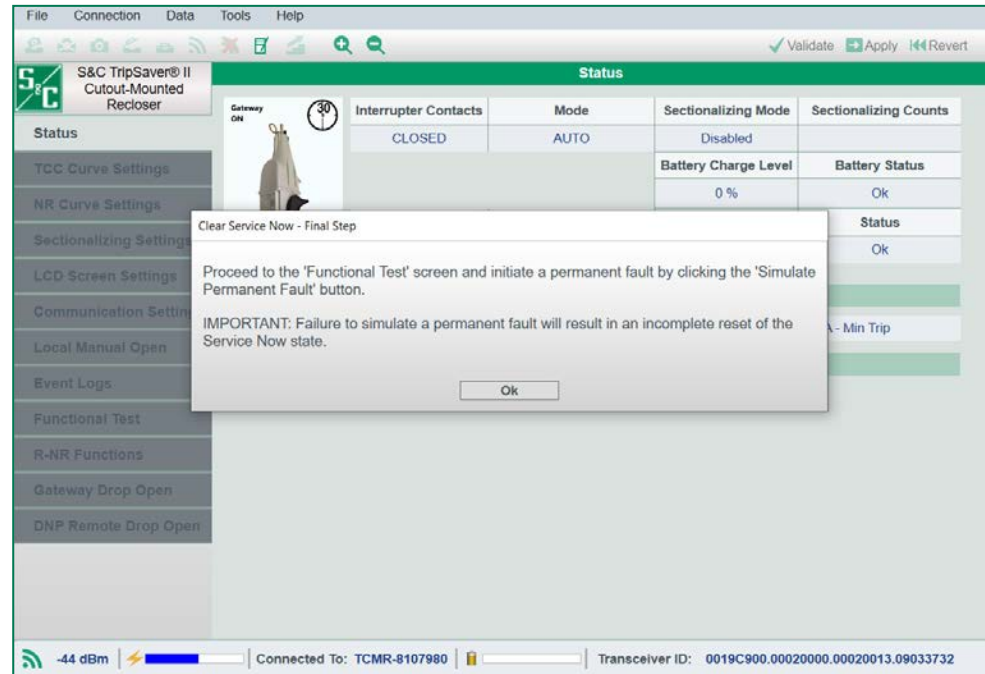

Figura 160. Caixa de diálogo de Remoção da Tela de Manutenção Imediata—Passo Final.
PASSO 7. A caixa de diálogo Clear Service Now–Final Step (Remoção da Tela de Manutenção Imediata–Passo Final), mostrada na Figura 160, é exibida, com os dizeres: Vá para a tela "Functional Test" e inicie uma falha permanente clicando no botão "Simulate Permanent Fault". **IMPORTANTE:** Falha na simulação de uma falha permanente resulta em rearme incompleto do estado de Manutenção Imediata". Clique no botão **Ok**. Uma caixa de diálogo é exibida.